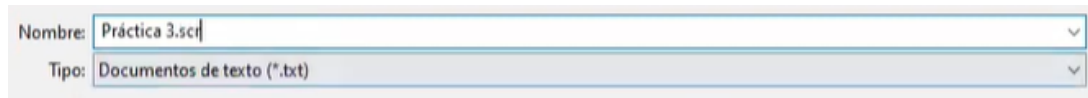

Figura 202. Guardado del archivo.
39. En el bloc de notas, borrar las dos comas que se encuentran después del comando _pline y guardarlo como archivo de texto con extensión “.scr”. Figura 202.